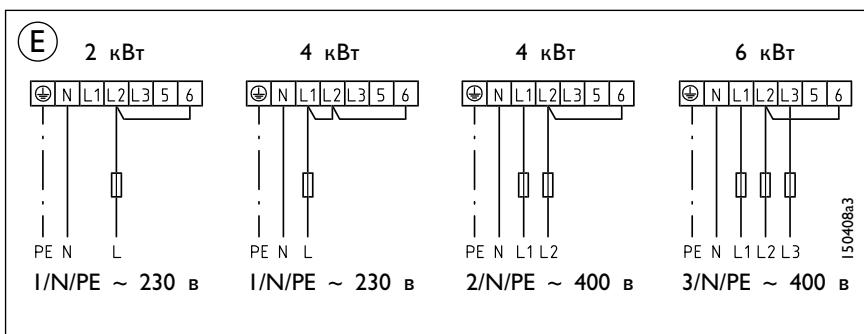

рис. 15
- E.** Подключение без возможности использования кнопки быстрого подогрева, рис.15.